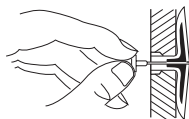

Figura 7 - Cómo abrir las alas del anclaje para paredes delgadas
4. Para paredes delgadas, de 1.3 cm (1/2") o menos, inserte la llave roja en el anclaje de pared. Empuje la llave roja hasta que las alas del anclaje produzcan un chasquido al abrirse (consulte la figura 7).